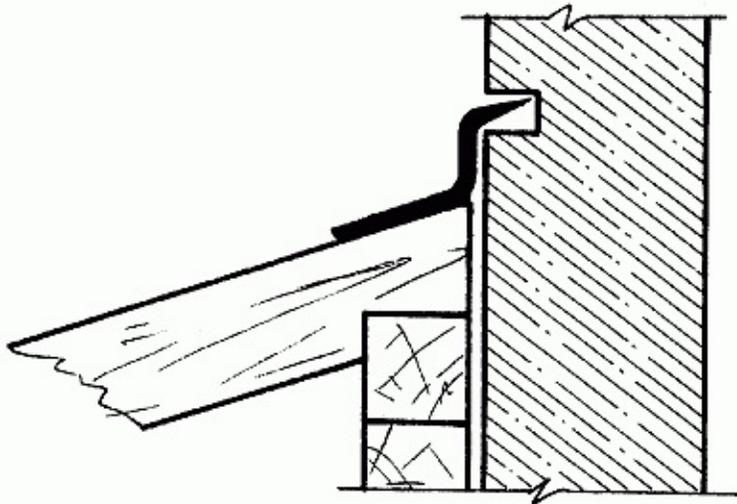

Рис. 39. Водоотлив у дымовой трубы
*Водоотлив* у стены и у дымовой трубы (рис. 39) сделайте не менее чем